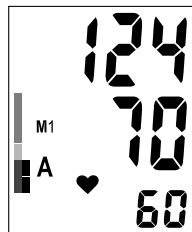

РИС.12
3. Просмотреть содержимое памяти прибора Вы можете, нажав кнопку M1 или M2 во включенном состоянии прибора. При первом нажатии кнопки M1 (или M2) на экране появится среднее значение 3-х последних измерений, сохраненных в память M1 (или M2), обозначенная символом «А» (рис. 12).